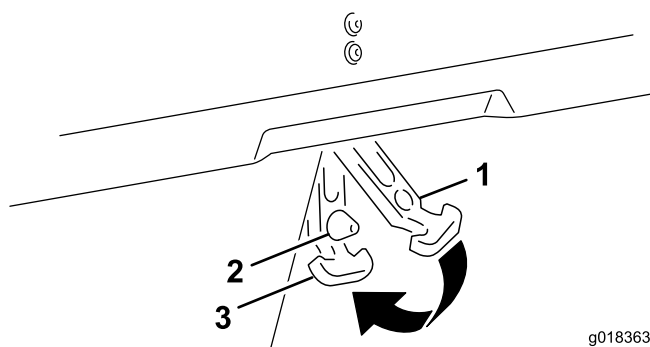

Figura 14
7. Alinee el orificio del cierre de goma con la varilla de la tapa (Figura 14).
8. Enganche el cierre de goma de la tapa en el extremo de la varilla, como se muestra en la Figura 14.